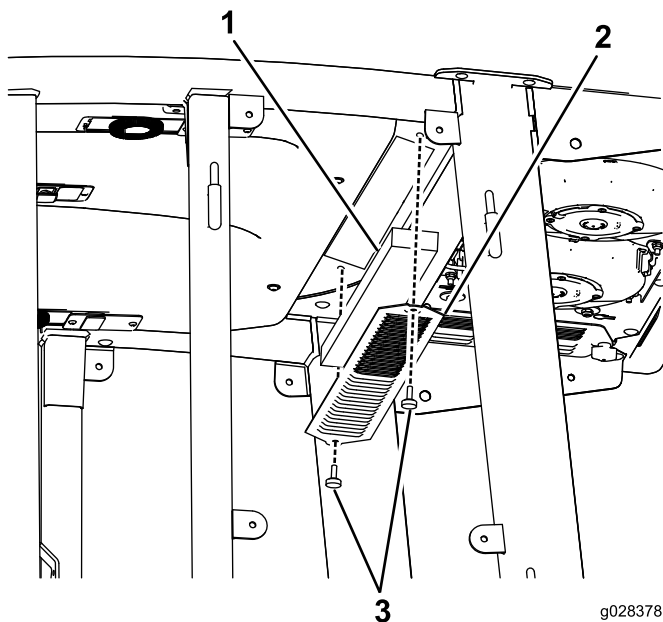

Рисунок 52
1. Выверните винты и снимите решетки из внутреннего и заднего воздушных фильтров кабины (Рисунок 52).